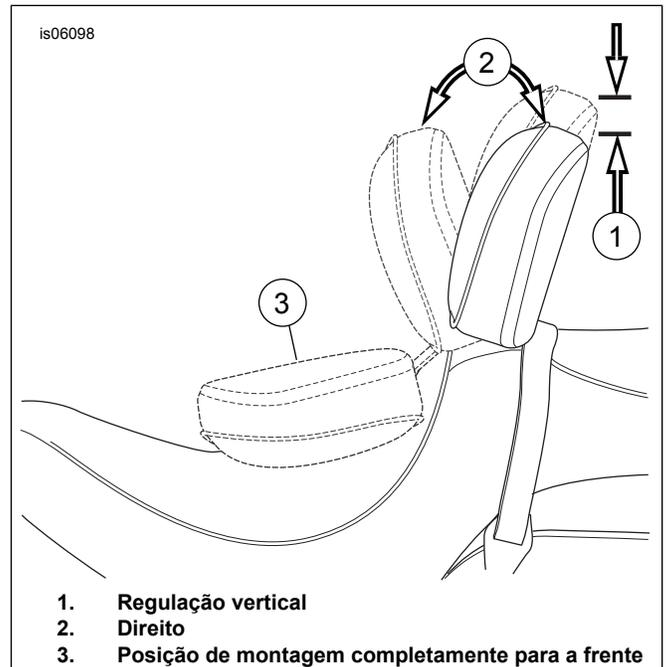

Figura 13. Posições do encosto
7. Ver Figura 13 . Com o encosto e o assento no lugar, empurre o encosto totalmente para a frente (3). O mecanismo do encosto pressionará a parte inferior do assento e o protetor de assento inserido.
1. Ver Figura 13 . O manípulo de regulação serve para deslocar a almofada do encosto para a frente e para trás.
2. Para regular a almofada do encosto para a frente ou para trás (2), empurre o manípulo. Se fizer pressão contra a almofada do encosto ajuda a regulá-lo para trás. Se retirar qualquer pressão da almofada do espaldar, enquanto empurra o manípulo, faz o encosto inclinar-se na posição de montagem completamente para a frente. Se libertar o manípulo bloqueará o encosto no lugar pretendido.
3. Para regular a almofada do encosto para cima e para baixo (1), puxe o botão na parte traseira da almofada. Desloque o encosto para cima ou para baixo, para a posição desejada, e solte-o, quando a almofada estiver na posição desejada.